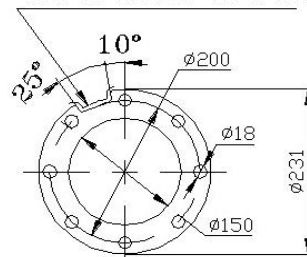

Рис.1
Агрегат CRS (см. рис.1) состоит из: насосной части поз. 1; электродвигателя поз. 2; проводов токоподводящих поз. 3; клапана поз. 4; таблички поз. 5; кожуха защитного поз. 6; сетки защитной поз. 7.
6.3.2 Водоподъемную трубу с муфтой вернуть в патрубок агрегата до отказа (см. рис.1). По просьбе заказчика за отдельную плату могут поставляться переходные втулки, а также переходники с резьбы на фланец.
- придерживая вал насоса в верхнем положении (см. п. 2), установить насос на фланец электродвигателя и замерить размер "X" между концами валов (см. рис. 1);